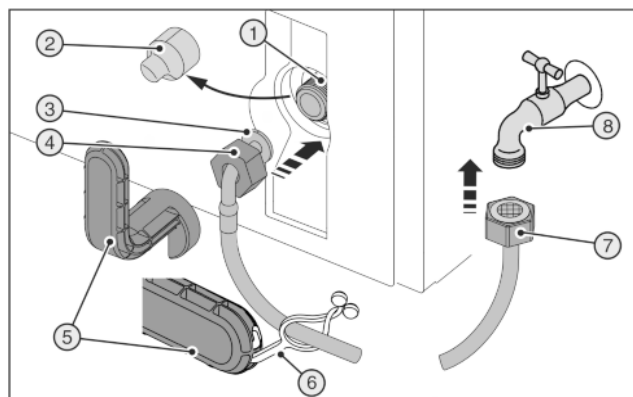
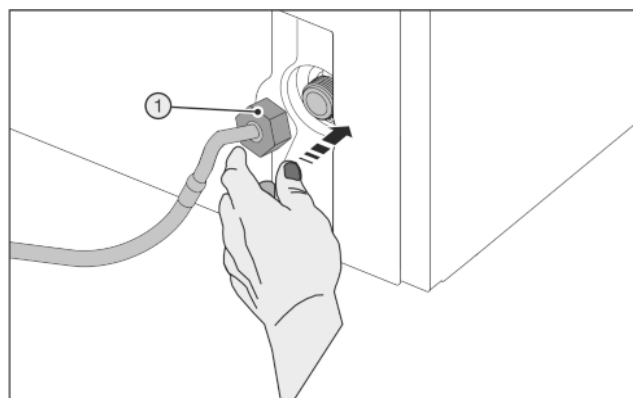

Fig. 28
Fig. 29
Zlomený pomocný nástroj Fig. 28 (5)!
- ▶ Používejte pomocné nástroje Fig. 28 (5) výhradně při pokojové teplotě.
- ▶ Stáhněte kryt Fig. 28 (2).
- ▶ Usnadněná montáž: Rovný konec hadice Fig. 28 (7) položte doleva na podlahu.
- ▶ Matici Fig. 28 (4) posuňte přes zahnutý konec hadice Fig. 28 (3) až na konec a držte.
► Nasadte opatrně matici *Fig. 29 (1)* a dvěma prsty ji rovně našroubujte na závit, až je dosaženo bezpečné usazení.
► Matici *Fig. 29 (1)* utahujte pomocným nástrojem *Fig. 28 (5)* ve směru hodinových ručiček, až je dosažen maximální utahovací moment a pomocný nástroj *Fig. 28 (5)* se přetáčí.
► Našroubujte matici *Fig. 28 (7)* na uzavírací kohout *Fig. 28 (8)*.
► Matici *Fig. 28 (7)* utahujte pomocným nástrojem *Fig. 28 (5)* ve směru hodinových ručiček, až je dosažen maximální utahovací moment a pomocný nástroj *Fig. 28 (5)* se přetáčí.
► Otevřete uzavírací kohout *Fig. 28 (8)* na přívodu vody a prověřte těsnost celého vodního systému.
► Zahákněte styčnick *Fig. 28 (6)* do pomocného nástroje *Fig. 28 (5)* a upevněte k uschování na nerezové hadici.